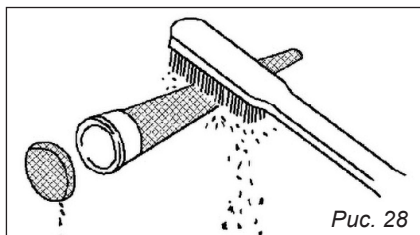

Рис. 28
3. Очистите нагар на экране глушителя и искрогасителя с помощью проволочной щетки, рис. 28.